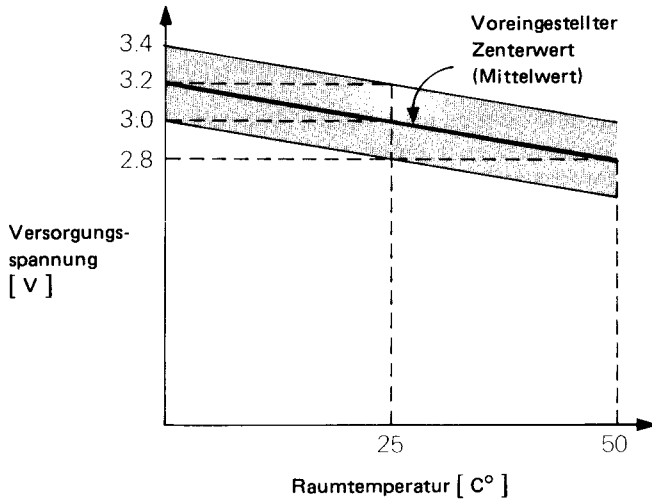

Abbildung 21-2
2. Den Netzschalter des Gerätes auf die "on" (ein) Stellung bringen, und den Halbstellwiderstand (VR501) so einstellen, daß die Ausgangsspannung auf dem Röhrenvoltmeter auf die in der Abbildung 21-2 gezeigten Werte abgeglichen wird. (Diese Werte hängen jedoch von der Veränderung der Raumtemperatur ab.) Soweit wie möglich einen Zentralwert wählen.